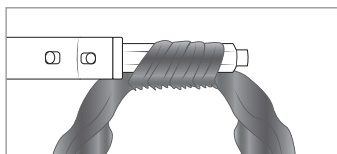

Fig. 5
- Pour une meilleure tenue au niveau de la racine des cheveux, positionnez l'embout à boucler à l'horizontale (voir fig. 5).